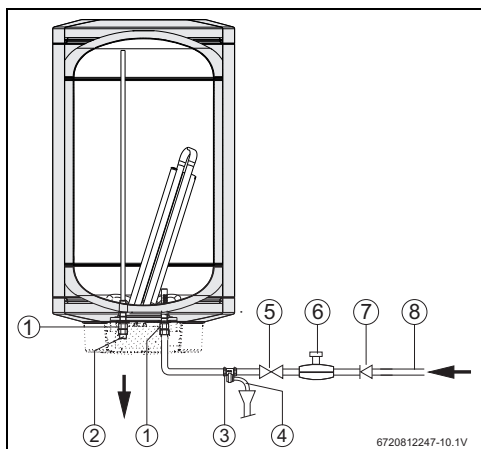

Fig. 10 Toma de agua
Para evitar averías por oscilaciones de presión repentinas en el suministro de agua, se recomienda instalar una válvula antirretorno intercalada en el acumulador (Fig. 10, [7]).
- ▶ Montar la válvula de seguridad en la conexión de agua fría del acumulador de agua caliente (Fig. 10).
Si la presión del agua supera el 80 % de la presión máxima del acumulador de agua caliente, es decir 6,4 bar, instale la válvula de reducción de presión (Fig 10).